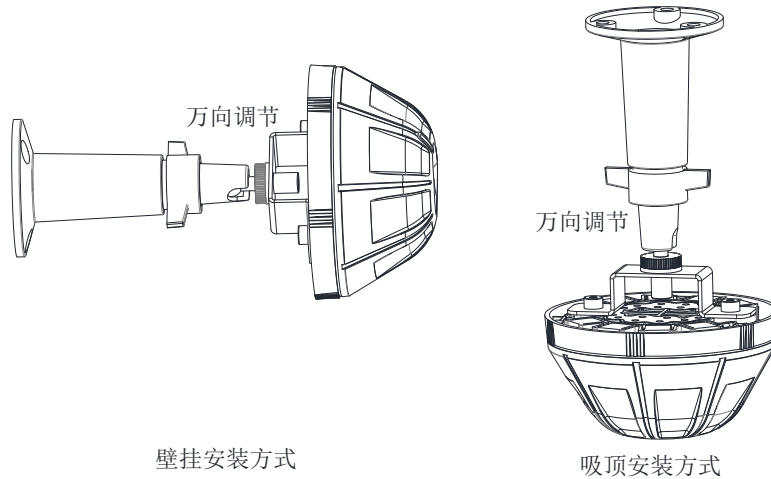

图 3 支架安装方式
- 布线施工后，将火焰探测器底座用螺钉穿透硅胶层固定在侧壁预埋盒上（使用 M4 螺钉），也可通过支架（选配）采用壁挂安装和吸顶安装，如图 3 所示。